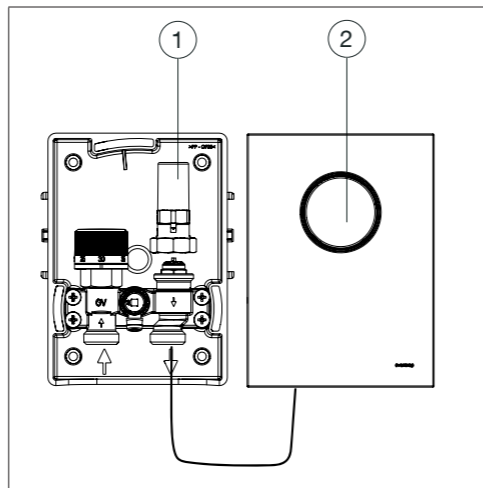

Abb. 8: Thermostat mit Fernversteller montieren
3. Schrauben Sie den Stellkolben (siehe Abb. 8) auf das Ventil. Führen Sie das Kapillarrohr nach unten.